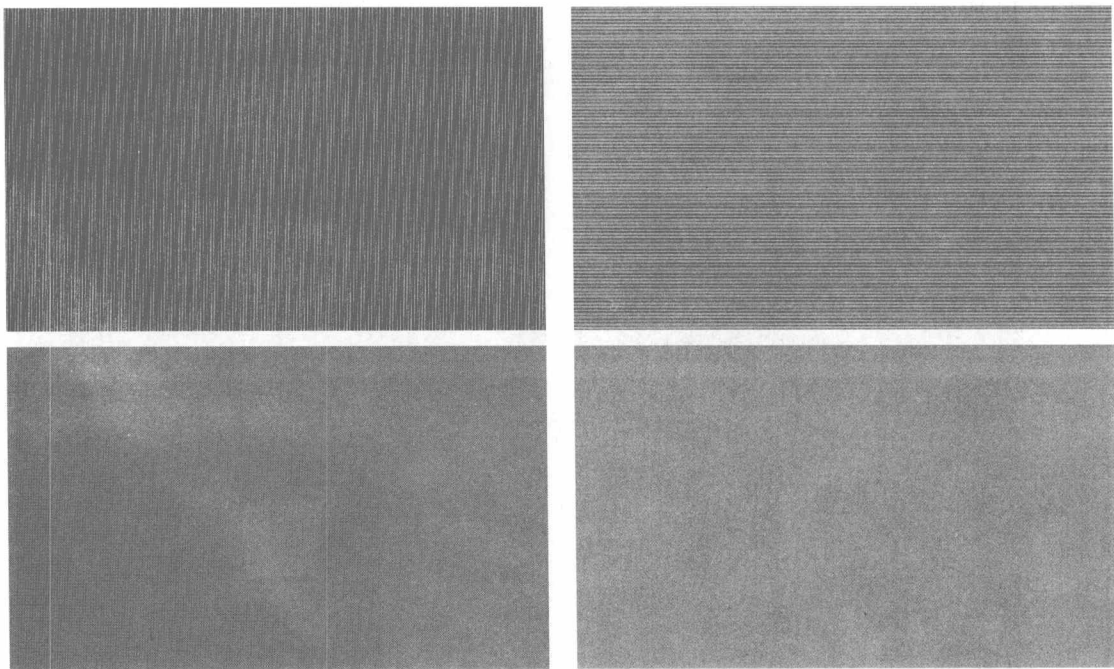

图 12-16 测试水波纹
步骤(6) 单击测试画面中的“水波纹”按钮,测试液晶显示器是否有水波纹,如图 12-16 所示。水波纹测试画面中显示横向和竖向条纹及网格,通过观察显示图像可以判断是否有“水波纹”。